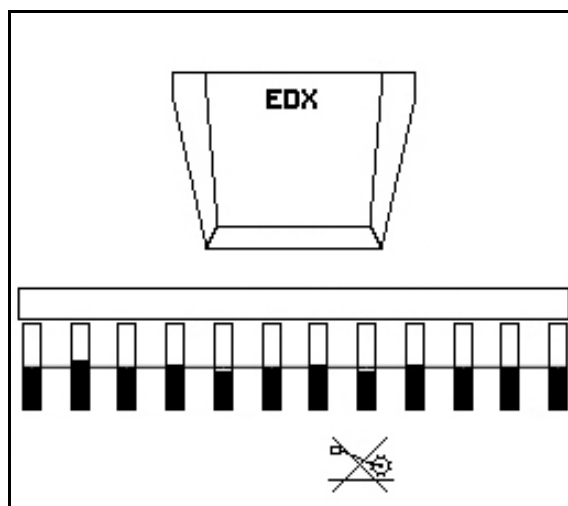

Fig. 62
1.  Présélectionnez le blocage de la roue crantée (Fig. 62).